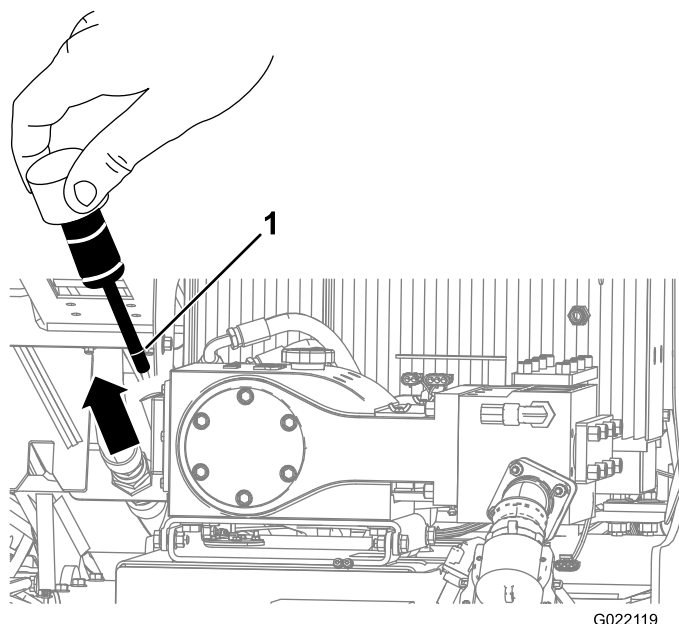
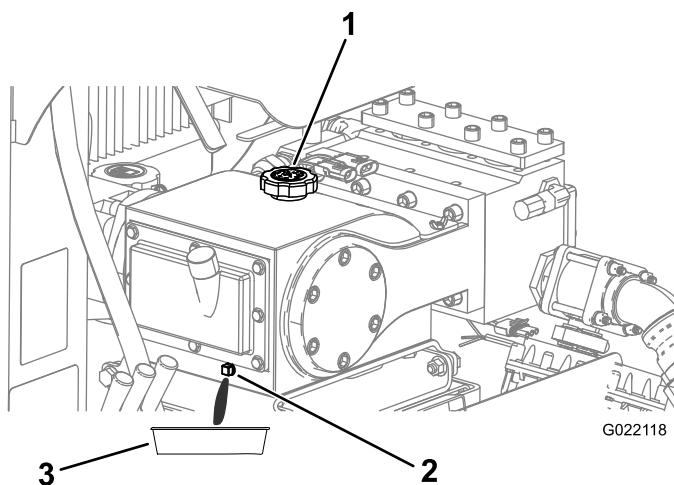

Bild 149
Bild 150
3. Entfernen Sie den Ölpeilstab (Bild 149).
4. Stellen Sie sicher, dass sich das Öl an der Ölstandsmarkierung befindet, wie in Bild 149 abgebildet.
4. Entfernen Sie die Ablassschraube und stellen Sie eine Auffangwanne unter das Ablassloch (Bild 150).
6. Lassen Sie das Öl vollständig durch die Ablassschraube in die Auffangwanne ablaufen (Bild 150).
8. Entfernen Sie den Ölfüllstutzendeckel (Bild 150) und füllen Sie etwa 1,9 l Öl ein bzw. bis die Ölstandsmarkierung auf dem Peilstab erreicht ist, siehe Bild 149.